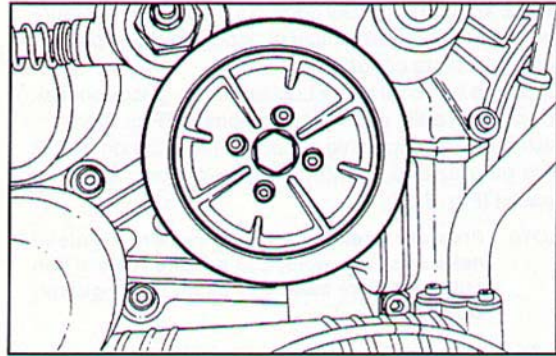

Fig. 328 ▲
- montare la puleggia accostando le quattro viti a brugola e la vite centrale di fissaggio (Fig. 328);
- mount the pulley, putting in four Allen screws and the central mounting screw (Fig. 328);